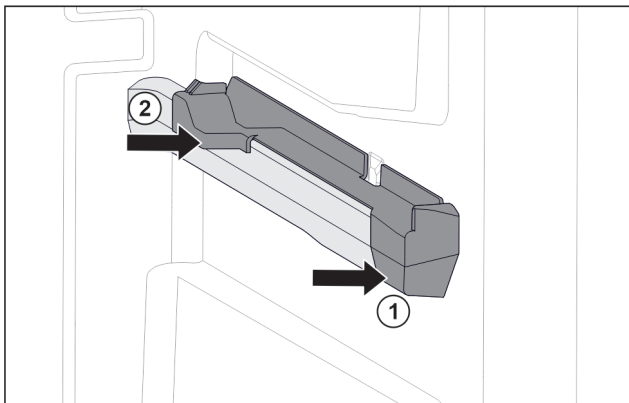

Fig. 59 Násuvný diel na pravom rebre nádoby
- ▶ Nasadte násuvný diel vpredu na rebro nádoby. Fig. 59 (1)
- ▶ Pritlačte násuvný diel vzadu. Fig. 59 (2)